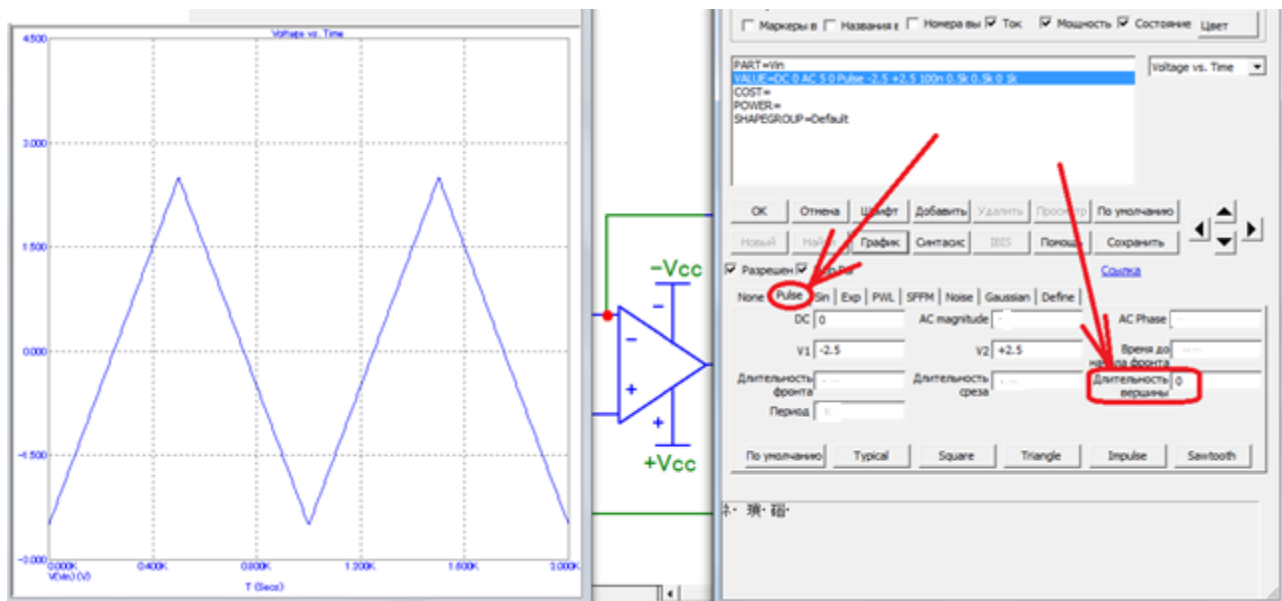

Рис.9. Параметры треугольного входного сигнала
- 2) треугольный входной сигнал с частотой 1 кГц (рис.9) – выбрать параметры самостоятельно в соответствии с заданной частотой. Рис.9. Параметры треугольного входного сигнала. Легко заметить, что треугольный сигнал может быть получен из прямоугольного указанием: